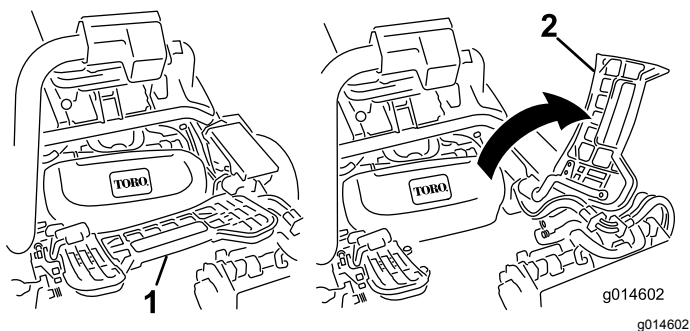

Рисунок 45
1. Поднимите и поверните вверх подножку, открывая доступ к центральному режущему блоку (Рисунок 45).